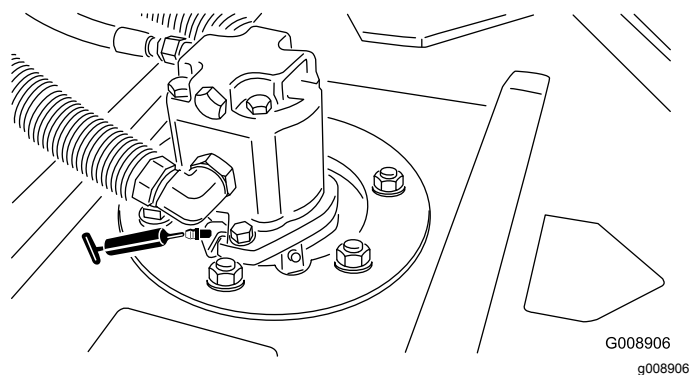

Figure 68
- Roulements d'axes de pivots de plateau de coupe (2 par plateau de coupe)—Figure 68